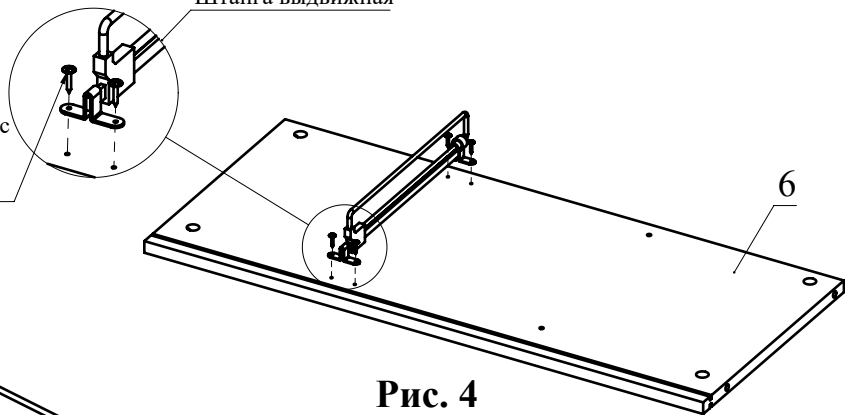

Рис. 4
4. На деталь 6 при помощи шурупов 3,5x16 с круглой головкой закрепите штангу выдвижную. (Рис. 4).